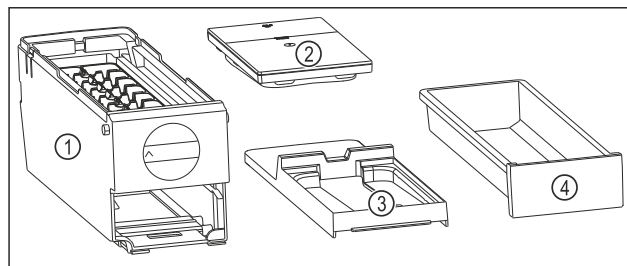

Fig. 143 Bestanddelen van de EasyTwist-Ice
- EasyTwist-Ice is in vier delen gedemonteerd. (zie Fig. 143)
- EasyTwist-Ice alleen in afgebeelde bestanddelen demonteren. (zie Fig. 143)
- EasyTwist-Ice-corpus Fig. 143 (1) als geheel reinigen.